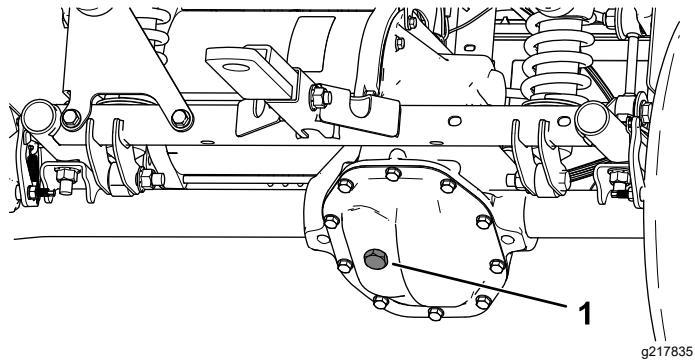

Рисунок 50
- Снимите пробку заливного отверстия в коробке передач (Рисунок 50).
- Если уровень жидкости низкий, снимите пробку заливного отверстия и доливайте жидкость указанного типа до тех пор, пока она не начнет вытекать из отверстия (Рисунок 50).
- Отверните крышку заливного отверстия в коробке передач и залейте в коробку передач жидкость указанного типа до тех пор, пока она не начнет вытекать из заливного отверстия (Рисунок 50).